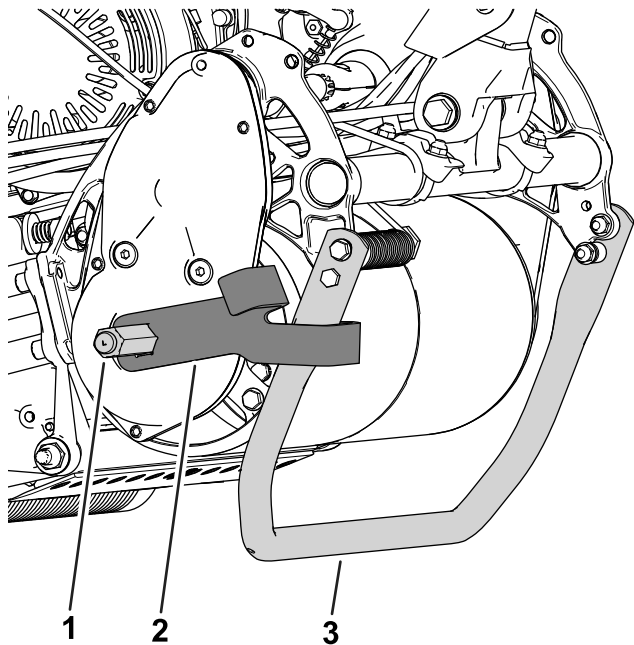

图10
- 将轮鼓设定到高位置将支架滑到轴上使较长的插脚朝向机器如图10所示。